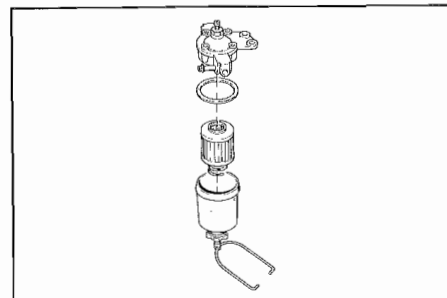

Fig. 25 - Filtro carburante
- La cartuccia è sistemata sotto la valvola regolatrice nel vano motore lato destro (**Fig. 25**).
- The fuel filter is located under the relief valve in the right side of the engine compartment (**Fig. 25**).